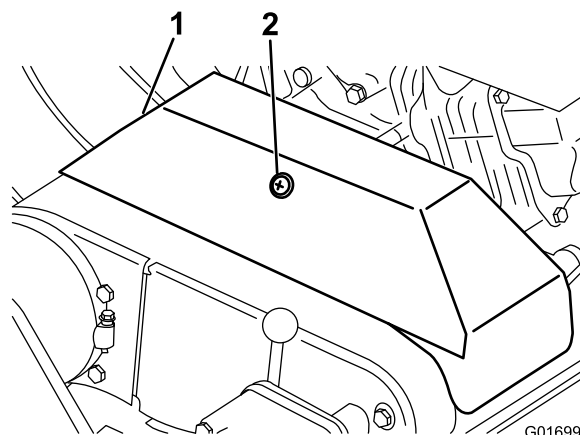

图40
- 松开固定 V 形皮带罩的卡环，并将皮带罩旋开（图 40）。
2. 松开固定 V 形皮带罩的卡环，并将皮带罩旋开（图 40）。